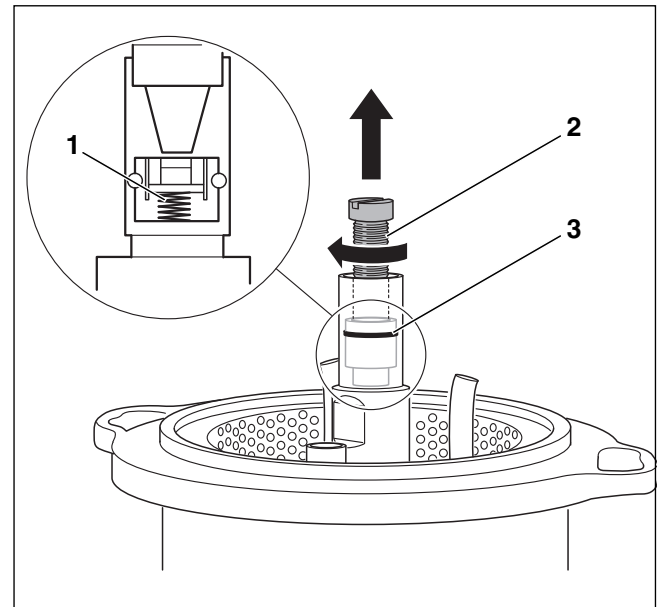

Bild 50 Abschlussventil austauschen
Das Abschlussventil (→ Bild 50, [3]) im Ölvorwärmer arbeitet wie ein Rückschlagventil. Wenn die Ölpumpe in Betrieb ist, drückt sie das Öl durch das Abschlussventil. Schaltet sich die Pumpe aus, schließt sich das Abschlussventil über eine Feder (→ Bild 50, [1]).
- ▶ Schraube M5 × 50 (→ Bild 50, [2]) einschrauben.
- ▶ Abschlussventil (→ Bild 50, [3]) herausziehen.